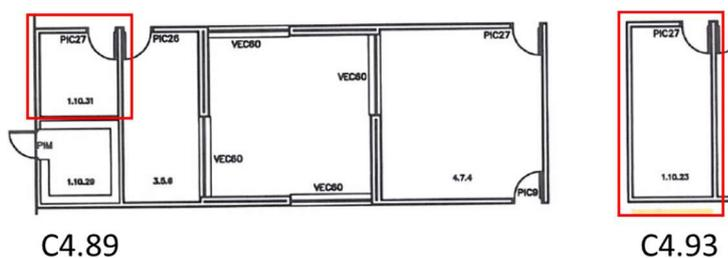

Figura 3 - Sala limpa C4.89 e Sala de balanças C4.93, localizadas no 4º piso do Edifício C (escala 1:200).
- C4.89 - Sala limpa localizada no 4º piso do Edifício C (Figura 3);
- C4.93 – Sala de Balanças, localizado no 4º piso do Edifício C (Figura 3).